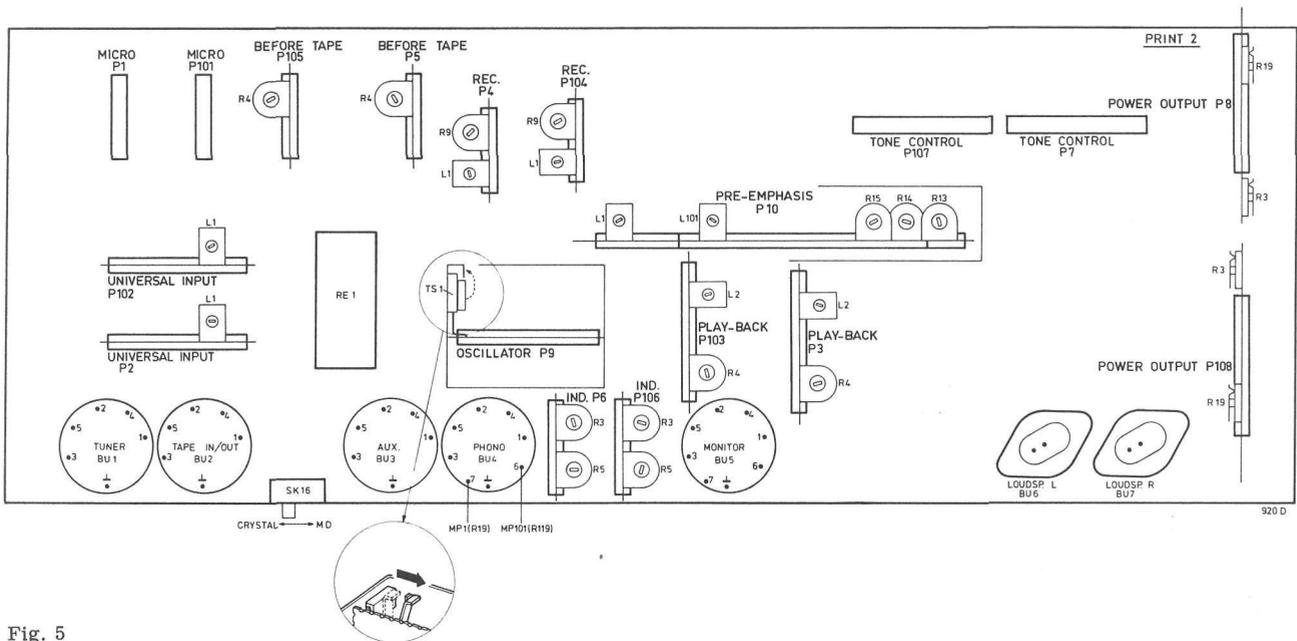

Fig. 5
*) Um zu verhindern, dass die Vormagnetisierungsspannung auch gemessen wird, muss Oszillatoreinheit P 9 aus dem Gerät genommen werden (siehe Abb. 5).